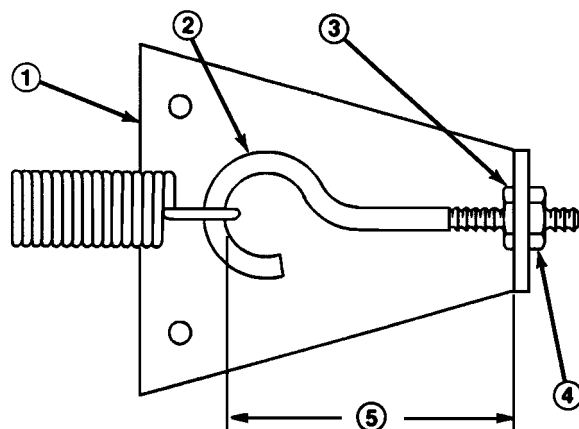

Fig. 53
## KONTROL OG JUSTERING AF MANØVRELED (Fig. 53)
4. Drej, med uret, indtil afstanden mellem indersiden af øjeboltens øje og indersiden af fjederankerpladen er forkortet 3 mm, som vist i fig. 53. Stram møtrikken.